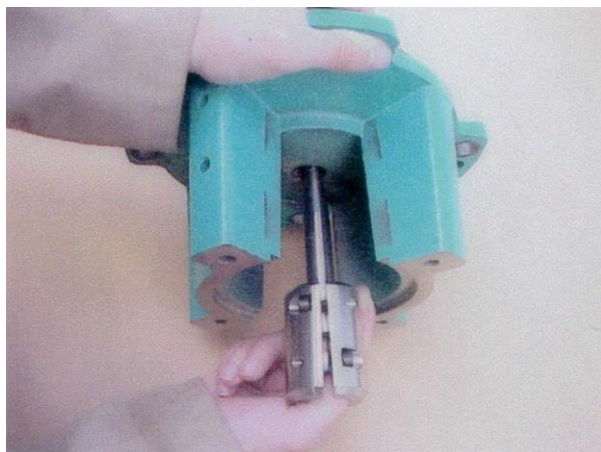

Рисунок 3
- Выньте муфту с валом из корпуса насоса (см. рисунок 3).